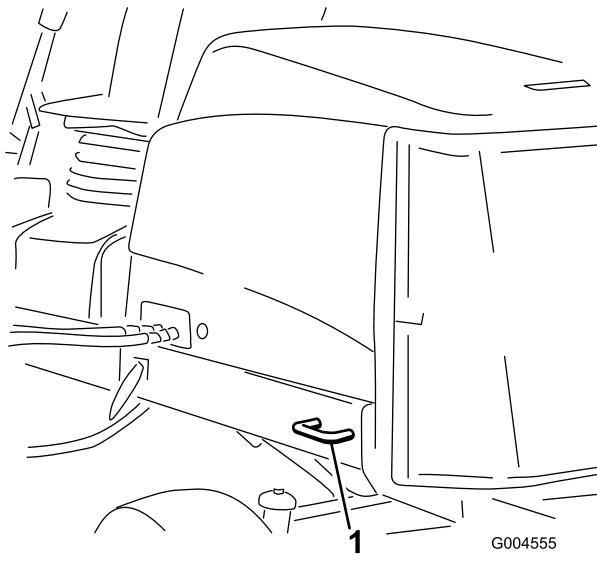

Figure 35
- Arrière – chaque côté de la machine sur le cadre arrière (Figure 35)